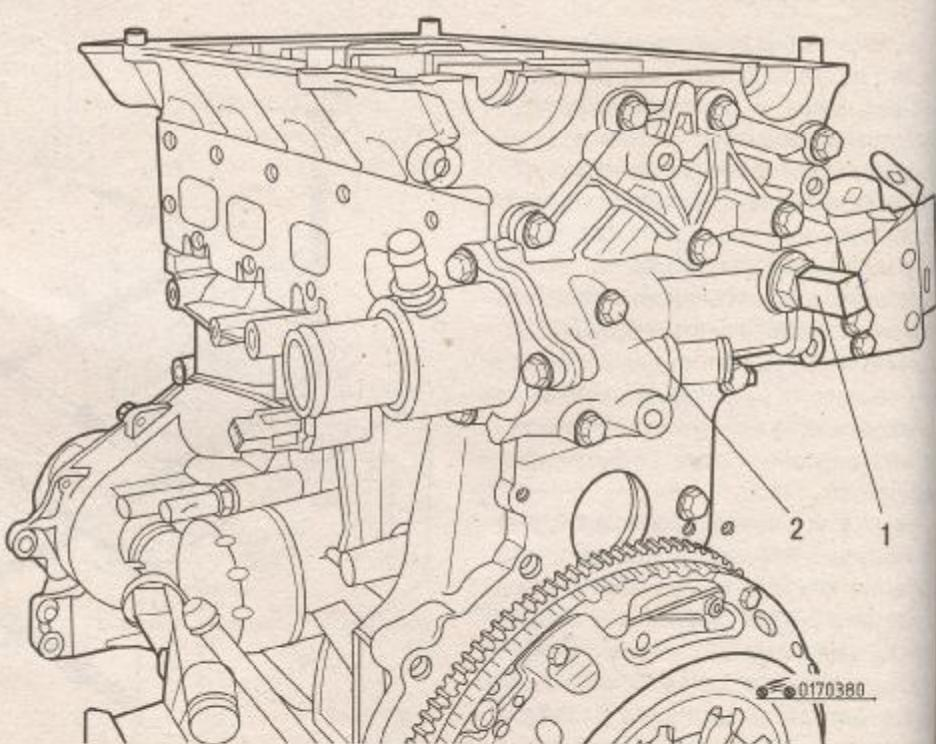

Рис. 3.80. Расположение на корпусе термостата датчика (1) температуры охлаждающей жидкости и штуцера (2) для удаления воздуха
Датчик установлен в корпус термостата (см. рис. 3.80). Он представляет собой резистор с отрицательным температурным коэффициентом сопротивления, т.е. при повышении температуры жидкости электрическое сопротивление датчика уменьшается (табл. 3.6).
– отверните штуцер для удаления воздуха, находящийся на корпусе термостата (рис. 3.80);